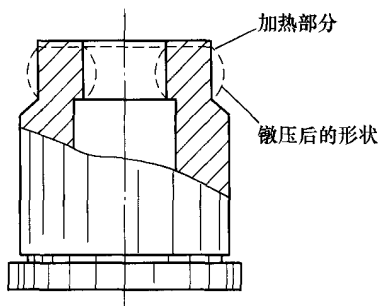

图4 局部锻打法
(1) 刃磨法 利用塞尺等量具检查凸凹模刃口间隙,若间隙比正常值超出不多,可利用上面所述的方法进行刃口的磨削,使刃口锋利些,这样可有效改善冲压件的质量,维持正常生产。
(2) 局部锻打法 利用上述方法检查时,若发现间隙值过大,可用局部锻打的方法重新修正刃口尺寸,使其恢复到原来的间隙值。具体方法是:先使用氧乙炔焊枪,沿着刃口边缘缓慢地移动加热,当加热到目视发红以后,即可用普通铁锤直接敲击刃口,或者用锤敲击铜棒,使铜棒与刃口成 $45^{\circ} \sim 60^{\circ}$ 斜角,将刃口由中心方向从外向内挤压,以改变刃口尺寸,如图4所示。